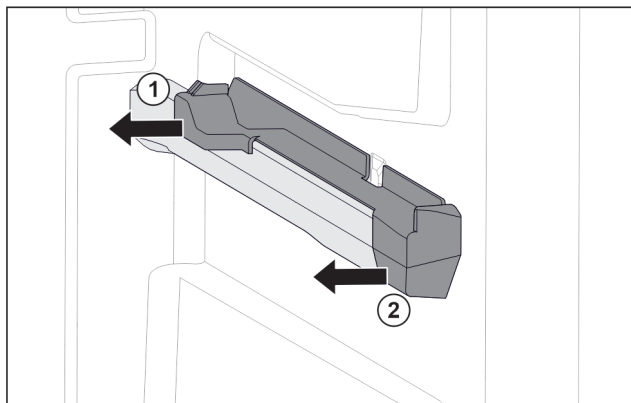

Fig. 33 Nasazovací díl na pravém žebrování na nádoby
- Uchopte nasazovací díl dole vzadu. Fig. 33 (1)
- Stáhněte nasazovací díl vzadu na stranu. Fig. 33 (1)
- Stáhněte nasazovací díl vpředu na stranu. Fig. 33 (2)